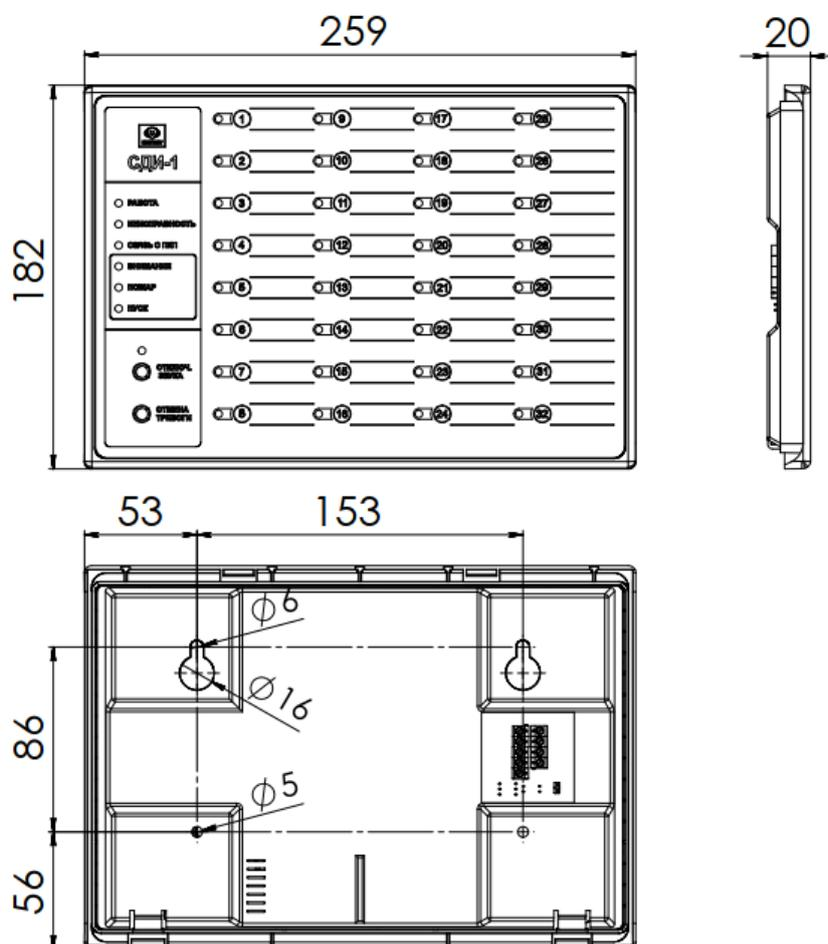

Рис.2. Габаритные и установочные размеры СДИ
6.1.1. Габаритные и установочные размеры СДИ показаны на рис.2.
6.2.3. Проложить провода согласно проекту. Установить СДИ, руководствуясь установочными размерами рис.2 и рекомендациями п.6.1.2.